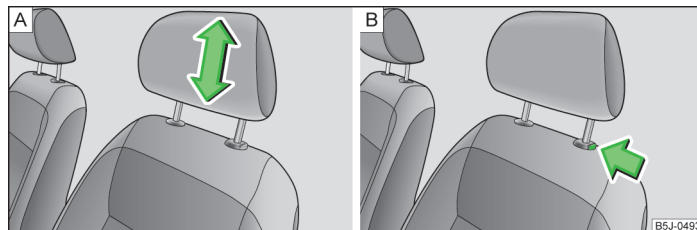

Fig. 42 Reposacabezas. Ajustar/desmontar
- Agarre el reposacabezas por los lados con las dos manos y tire a discreción de él hacia arriba » fig. 42 - **A**.
- Si se desea desplazar el reposacabezas hacia abajo, pulse y mantenga pulsada la tecla de seguro » fig. 42 - **B** con una mano, y con la otra mano desplace el reposacabezas hacia abajo.
- Pulse la tecla del seguro en el sentido de la flecha » fig. 42 - **B** y extraiga el reposacabezas.